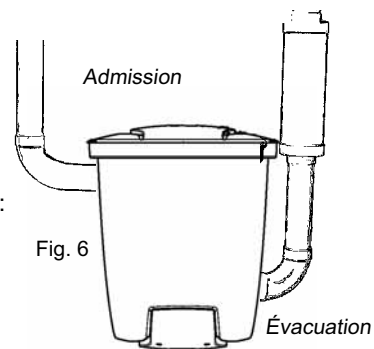

Fig. 6
5. Placez le bouchon d'étanchéité dans l'orifice préalablement occupé par la prise pour tuyau d'aspiration. Utilisez les quatre vis pour le maintenir en place. Le tuyau d'évacuation doit être fermement fixé au mur pour s'assurer qu'il ne se désolidarise pas de l'enclencheur. N'oubliez pas que vous devrez pouvoir tourner le tuyau coudé dans différentes directions pour assurer une disposition adéquate des tuyaux. Branchez ensuite le tuyau d'évacuation et le silencieux., fig. 6. Placez l'aspirateur de manière à ce que le tuyau d'évacuation soit le plus court possible (longueur maximale de 10 mètres [30 pieds]). Tenez compte de l'environnement lors de la mise en place du tuyau d'évacuation. C'est pourquoi vous devriez toujours utiliser un atténuateur silencieux.